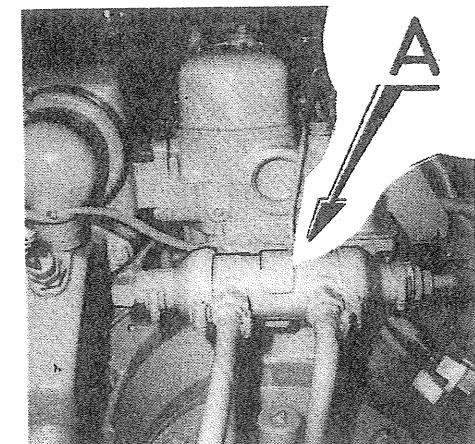

Fig. 45
Steng bunnkranen. Gearoljekjøleren (fig. 45, pos. A) tappes ved å åpne avtappingskranen (B) under sjøvannspumpen. Sjøvannspumpen taptes ved å løse litt på lokket (C).